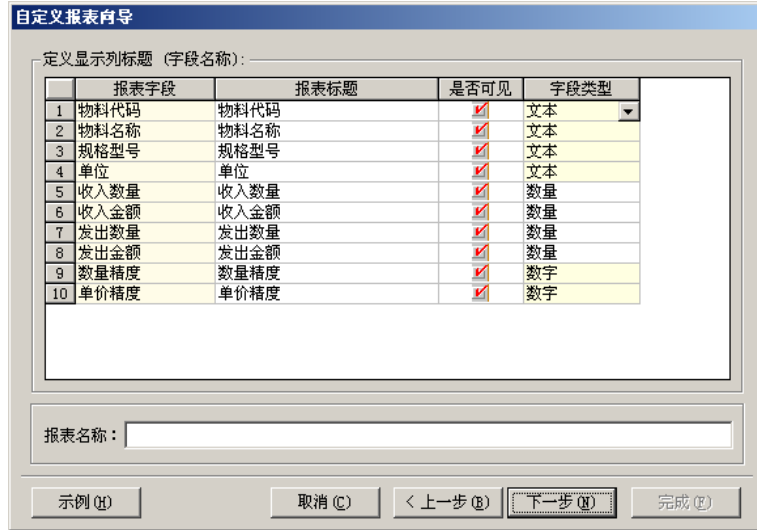

图 12-4
- 4. 单击【下一步】，系统会通过使用常量替换关键字的方式将录入的 SQL 语句提交 SQL Server 校验是否正确。若不正确，则会提示语法错误；正确则会出现如图 12-4 所示界面：